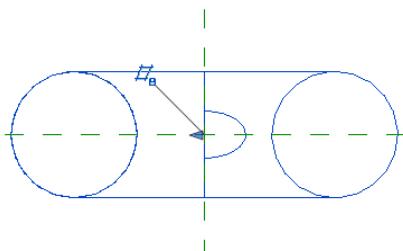

图 3-46 完成旋转
(4) 在“属性”选项板中输入“起始角度”为“0”，“终止角度”为“270°”，单击“模式”面板中的“完成编辑模式”按钮，完成旋转模型的创建，如图 3-46 所示。